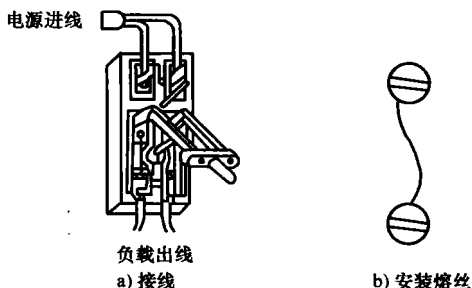

图 1-2 HK 系列刀开关的安装
2) 开关距地面的高度为 1.3 ~ 1.5m，接线时进线和出线不能接反，电源线接在上端，负载接在熔丝下端，这样在开关断开后，闸刀和熔丝上都不会带电，如图 1-2 所示。